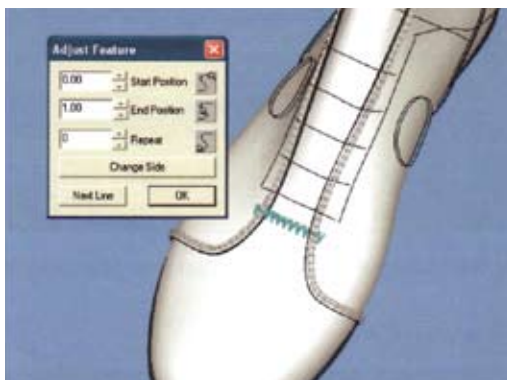

Рис. 67
- Нажмите кнопку **Apply** для применения шва к выбранным линиям. На модели появится шов, выделенный синим цветом и диалоговое окно **Adjust Features** (*рис. 67*).